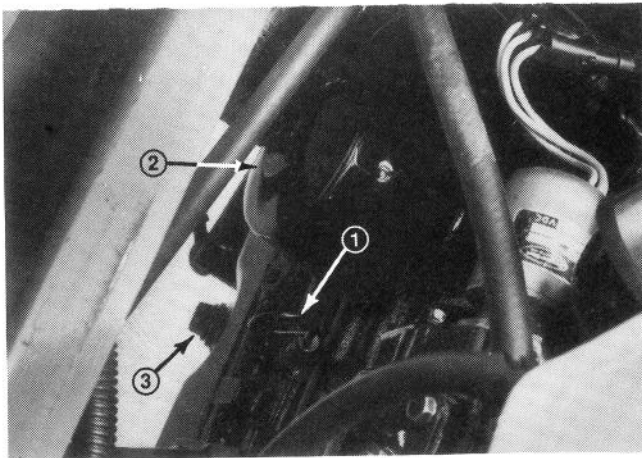
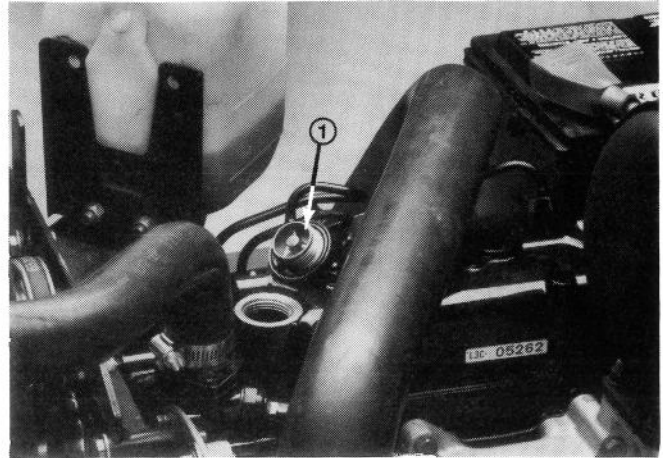

Fig. 4
Fig. 5
2. Tag målepinden (Fig. 4) ud. Tør enden af med en ren klud. Stik målepinden helt ned i hullet. Tag den så ud igen og kontrollér oliestanden. Hvis oliestanden er lav, tag påfyldningsdækslet af (Fig. 5) og fyld SAE 10W30 CD olie på, indtil olien står op FULL (fuld) mærket på målepinden. FYLD IKKE FOR MEGET PÅ. Se skemaet med specifikationen for olie og andre væsker på side DA-15.